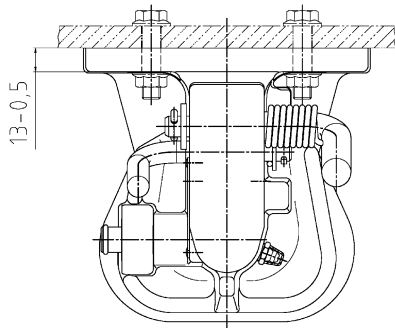

Abb. 5
- Kupplung mit 4 Schrauben und selbstsichernden Muttern (s. Tabelle) befestigen (s. Abb. 5).